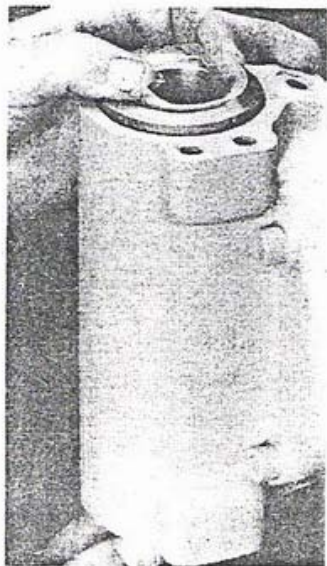

图 24
21. 掀起液管的边缘，并朝上弯曲，使之与管体平（图 24），注意不要使管材起皱。